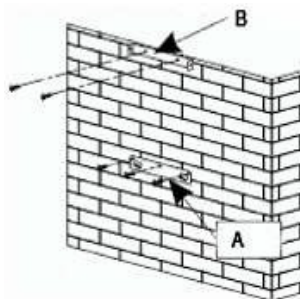

fig. 1
- Trace na parede os 3 orifícios que tem de fazer utilizando o gancho de suspensão do exaustor fornecido e respeitando a distância aconselhada (peça A da fig. 1).
- Fixe o suporte de fixação do exaustor, certificando-se de que fica totalmente nivelado (peça A fig. 1).
— Calcule a altura final para fixar o apoio em U do suporte da chaminé (peça B da fig. 1).
— Faça os 2 orifícios de 8 mm e fixe o apoio do suporte da chaminé certificando-se de que fica exactamente no eixo do exaustor (peça B da fig. 1).